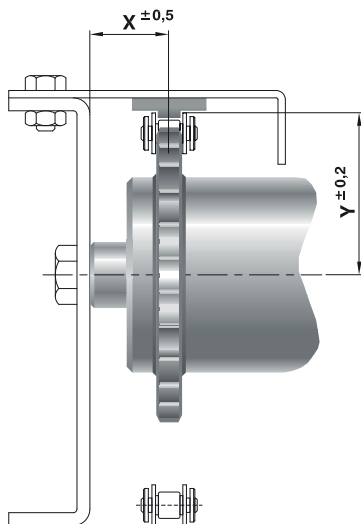

Fig. 1
È un sistema semplice, ma con un maggior costo e con vari vincoli costruttivi. Non necessita di apposite guide, ma poiché la trasmissione del moto passa da rullo a rullo mediante i vari anelli di catena, il rendimento è basso e l'assorbimento di potenza è elevato. Il tiro sul primo anello di catena collegato al comando (motoriduttore) è il più elevato, determinato dalla somma dei valori di tiro sui singoli rulli concatenati (legge esponenziale). Per questi motivi è necessario limitare il numero di rulli concatenati, e conseguentemente la lunghezza del trasportatore. Inoltre bisogna verificare la capacità di sopportare il carico, dovuto alla forza di trasmissione, del primo rullo collegato direttamente al comando, ma anche (al decrescere) dei rulli successivi (vedi pag 50). Si può ridurre il sovraccarico dovuto alla trasmissione e raddoppiare la lunghezza limite, posizionando il comando al centro del trasportatore (fig. 1 pag. 44), criterio da preferirsi. Questo sistema è particolarmente adatto in caso di frequenti azionamenti (start-stop), ma determina un avanzamento irregolare dei colli, se i valori di velocità sono bassi.
*The overload due to the driving force can be reduced and the length limit doubled if the gearmotor is positioned in the center (fig. 1 page 44), this is a preferable design criteria.*